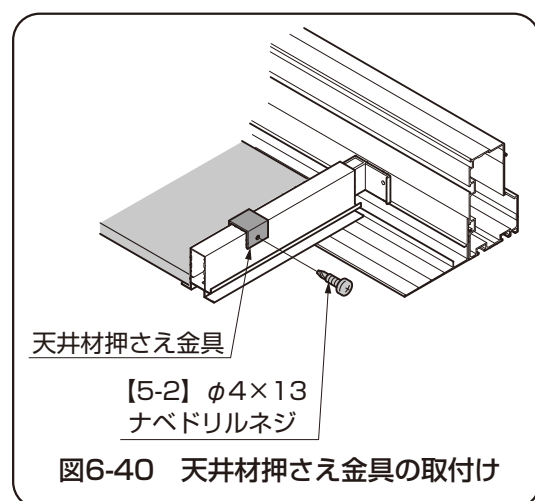

図6-40 天井材押さえ金具の取付け
③天井材押さえ金具を天井梁中間用に、上から【5-2】で取付けて、天井面材を押さえ付けてください。(図6-40参照)